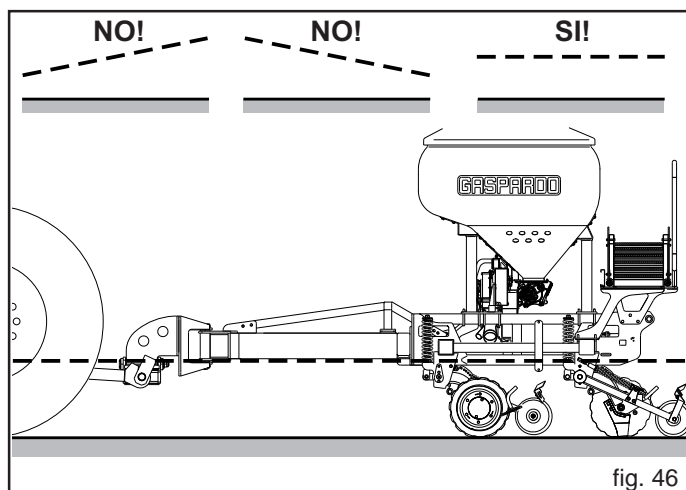

fig. 46
- 5) assurez - vous que la machine travaille toujours avec le châssis en position horizontale (Fig. 46); dans cette position seulement, la charge de la machine sera répartie de façon égale sur les deux groupes d'éléments qui sèment.